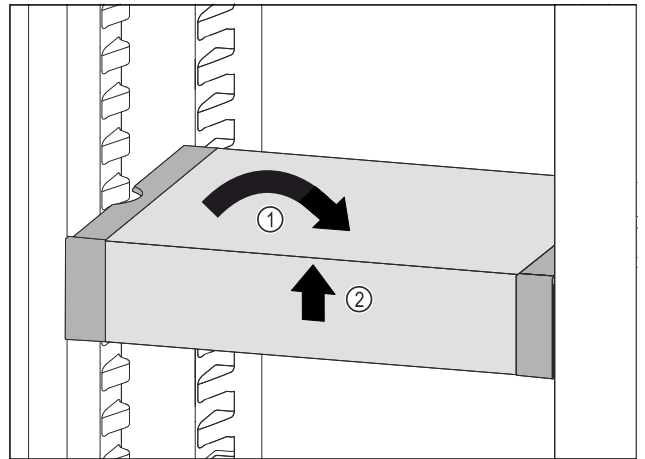

Fig. 176
- ▶ Állítsa egyenesbe a VarioSafe fiókot. Fig. 176 (1)
- ▶ Elöl emelje meg a VarioSafe fiókot. Fig. 176 (2)